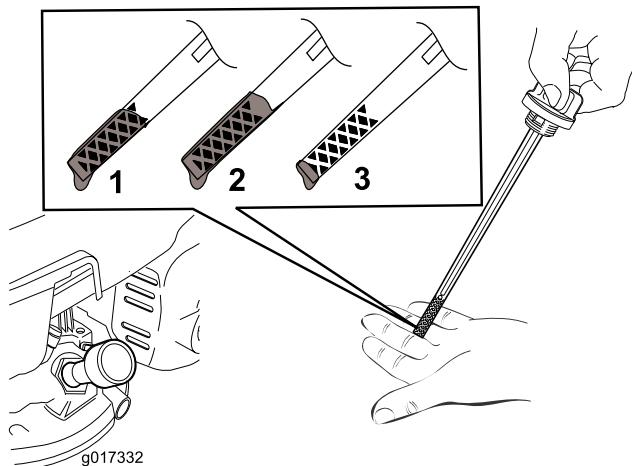

Figure 6
2. Retirez la jauge (Figure 6).
Remarque: Versez de l'huile dans le carter moteur jusqu'à ce que la jauge indique le niveau correct, comme montré à la Figure 6. Si vous remplissez excessivement le carter moteur, vidangez l'excédent d'huile comme expliqué sous Vidange de l'huile moteur \(page 16\).